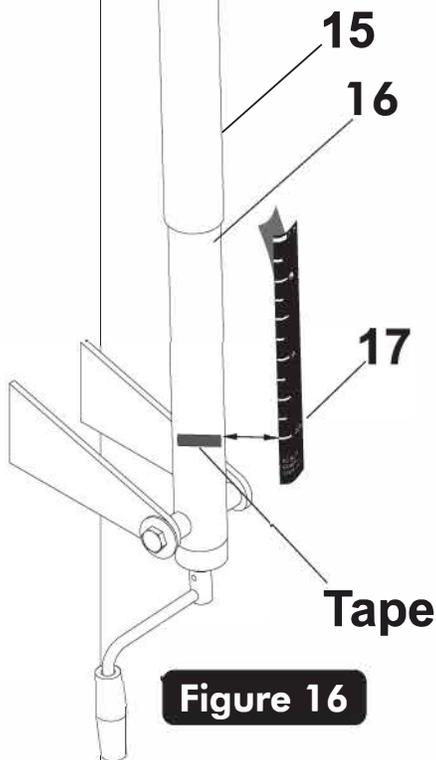

Figure 16
25. Retirez le support adhésif de l'autocollant de hauteur (#**17**). Ensuite, alignez soigneusement et collez l'autocollant à l'arrière de l'actionneur en acier (n° **16**) en commençant par la marque de 10 pieds. Assurez-vous de garder le décalque de hauteur droit et de frotter toutes les bulles d'air. Voir Figure 16.